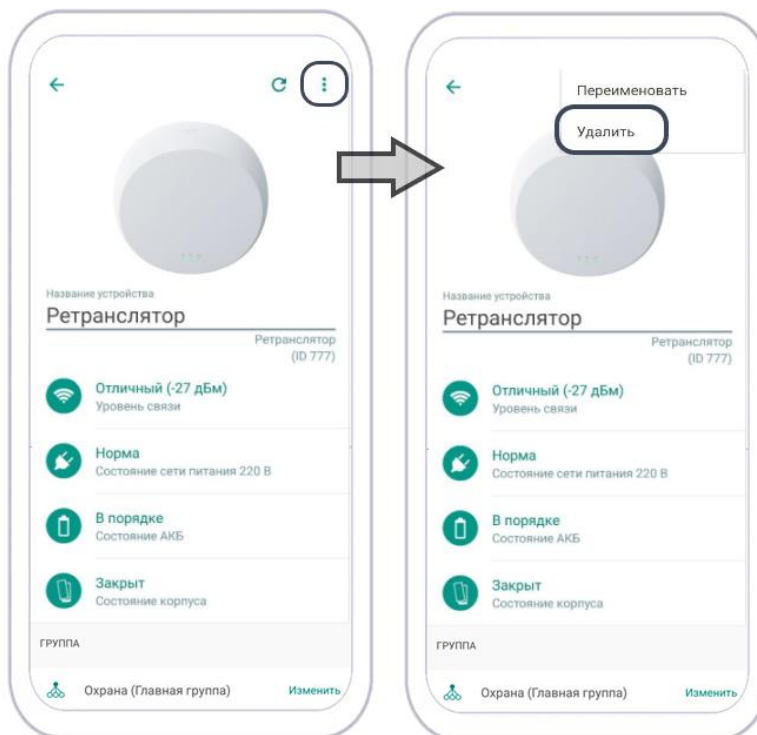

Рисунок 13.1 – Удаление радиоустройства в приложении
1. В приложении на экране настройки радиоустройства (см. рисунок 13.1).